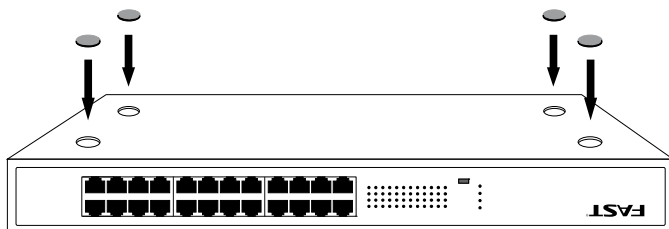

图 3.1 脚垫安装示意图
2. 逐个揭去 4 个脚垫的胶面保护纸，分别粘贴在机壳底部 4 个角上的圆形凹槽中。如图 3.1 所示。